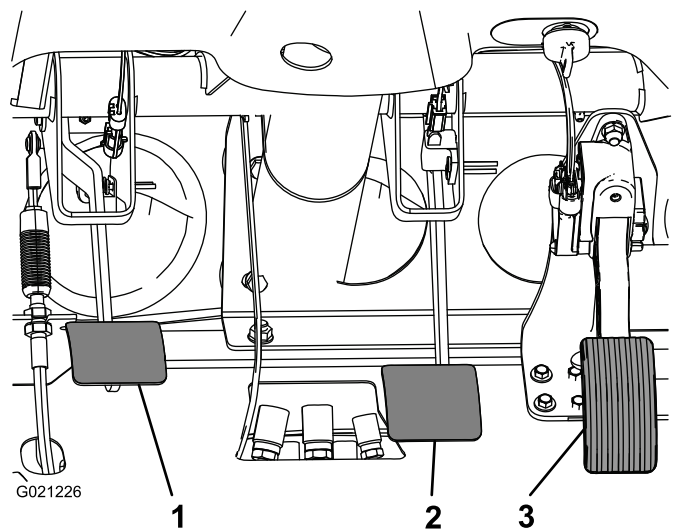

Figura 66
2. Sollevate il pedale del freno (**Figura 66**) fino a quando non viene a contatto con il telaio.
3. Allentate i controdadi che fissano la forcella all'albero del cilindro principale (**Figura 66**).